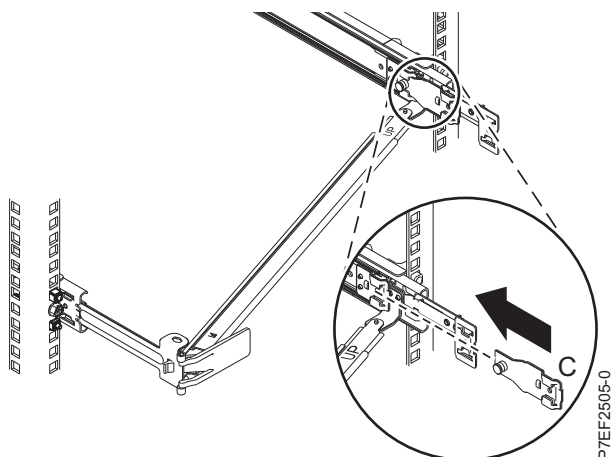

Figura 14. Instalando o suporte de montagem no trilho deslizante
6. Conecte o suporte de parada de organização de cabos (**B**) ao slot na parte interna do trilho deslizante esquerdo deslizando o suporte de parada (**B**) para o trilho deslizante até que o pino com molas se encaixe no lugar. Para obter detalhes, consulte Figura 14 na página 10.